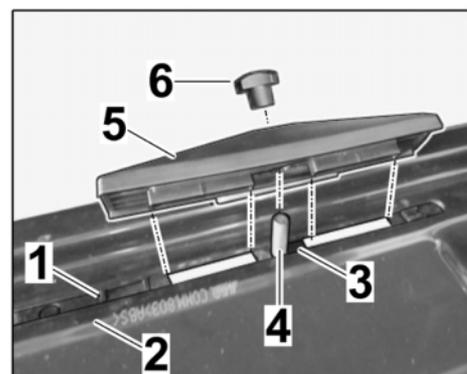

Figura 3
1.2.4 Fissare senza serrare il dado ad alette M8 (⇒ Figura 3).